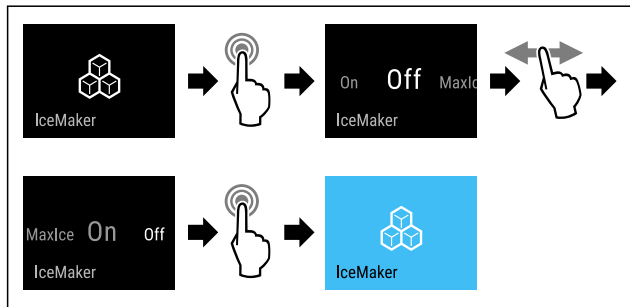

Fig. 16
- ▶ Efectuați pașii de acțiune (vezi Fig. 16).